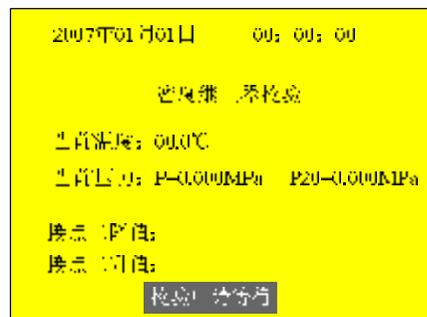

图 10
(2) 接点二上升值和下降值校验，操作同“(1) 接点一上升值和下降值校验”，如图 10。